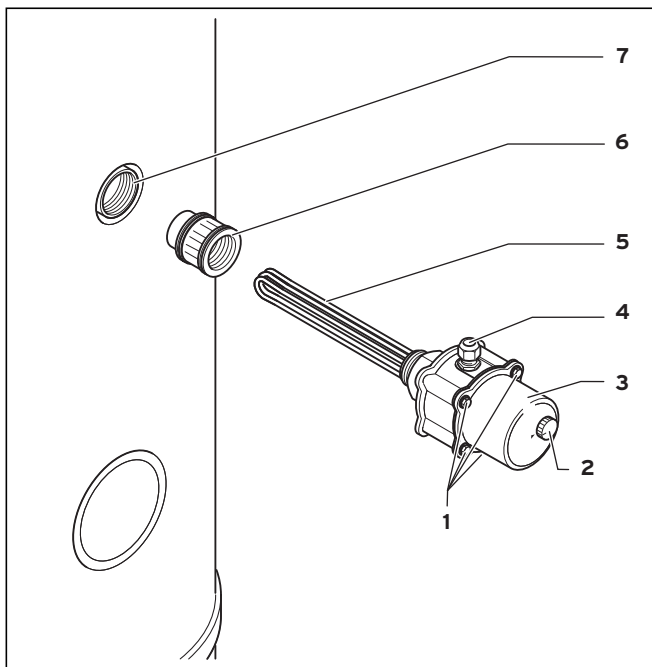
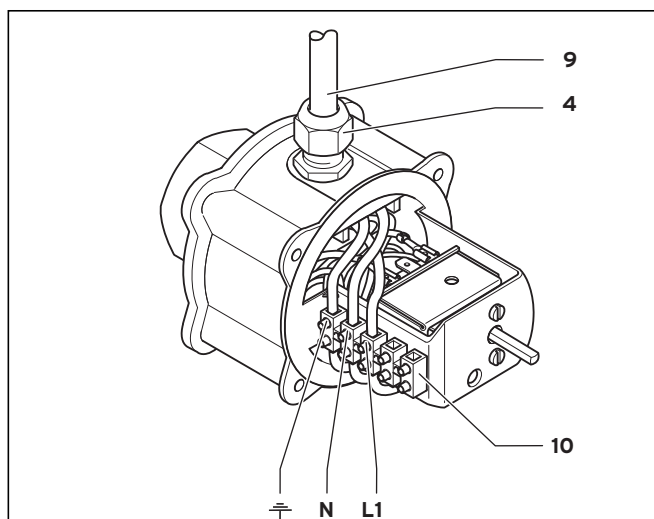
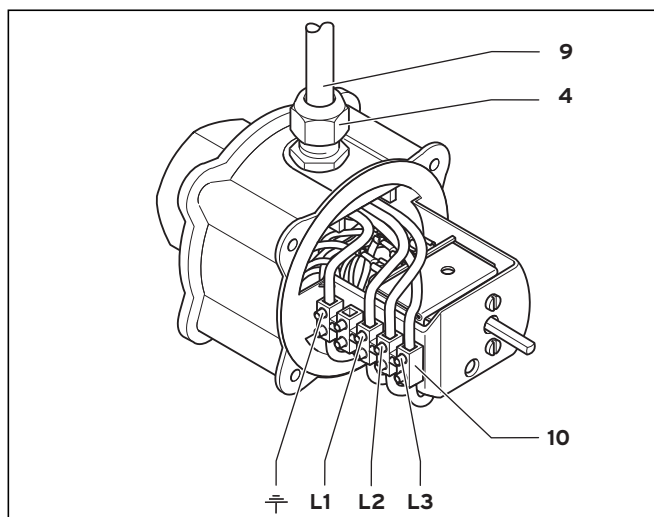

Fig. 1 Installation de la résistance électrique chauffante
Fig. 2 Installation électrique de la résistance électrique chauffante 230 V
Fig. 3 Installation électrique de la résistance électrique chauffante 400 V
Procédez comme suit pour l'installation électrique (voir fig. 1 jusqu'à fig. 3) :
- Retirer le bouton de la commande de réglage (2).
- Desserrer les 4 vis à tête hexagonale (1).
- Retirer le couvercle du boîtier (3).
- Fixer le câble (9) côté client au moyen du raccord vissé PG (4).
- Visser le câble (9) côté client, suivant le modèle indiqué sur la fig. 2 (230 V) ou sur la fig. 3 (400 V), sur le bornier (10).
- Monter le couvercle du boîtier (3) et le fixer au moyen des 4 vis à tête hexagonale (1).
- Remonter le bouton sur la commande de réglage (2).